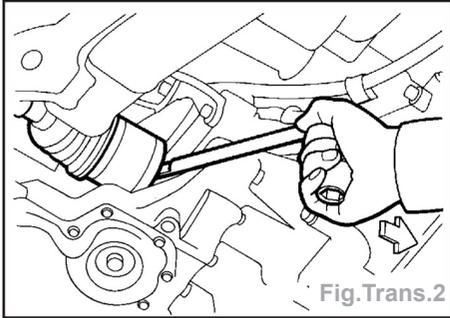

Fig. Trans.2
- Déposer le semi-arbre de la boîte-pont avec une clé de roue ou équivalent (fig. Trans.2).